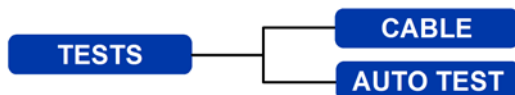

Fig. 15 Mapa de menú de tests: comprobación de Ethernet (1)
(1) Cuando la unidad remota del SignalTEK NT está conectada directamente pero no se detecta ninguna red activa, la barra de información de la página de inicio muestra el mensaje "Ethernet". Al seleccionar el icono TESTS, se accede a los tests de la Ethernet que se muestran en el mapa de menú en la Fig. 15.